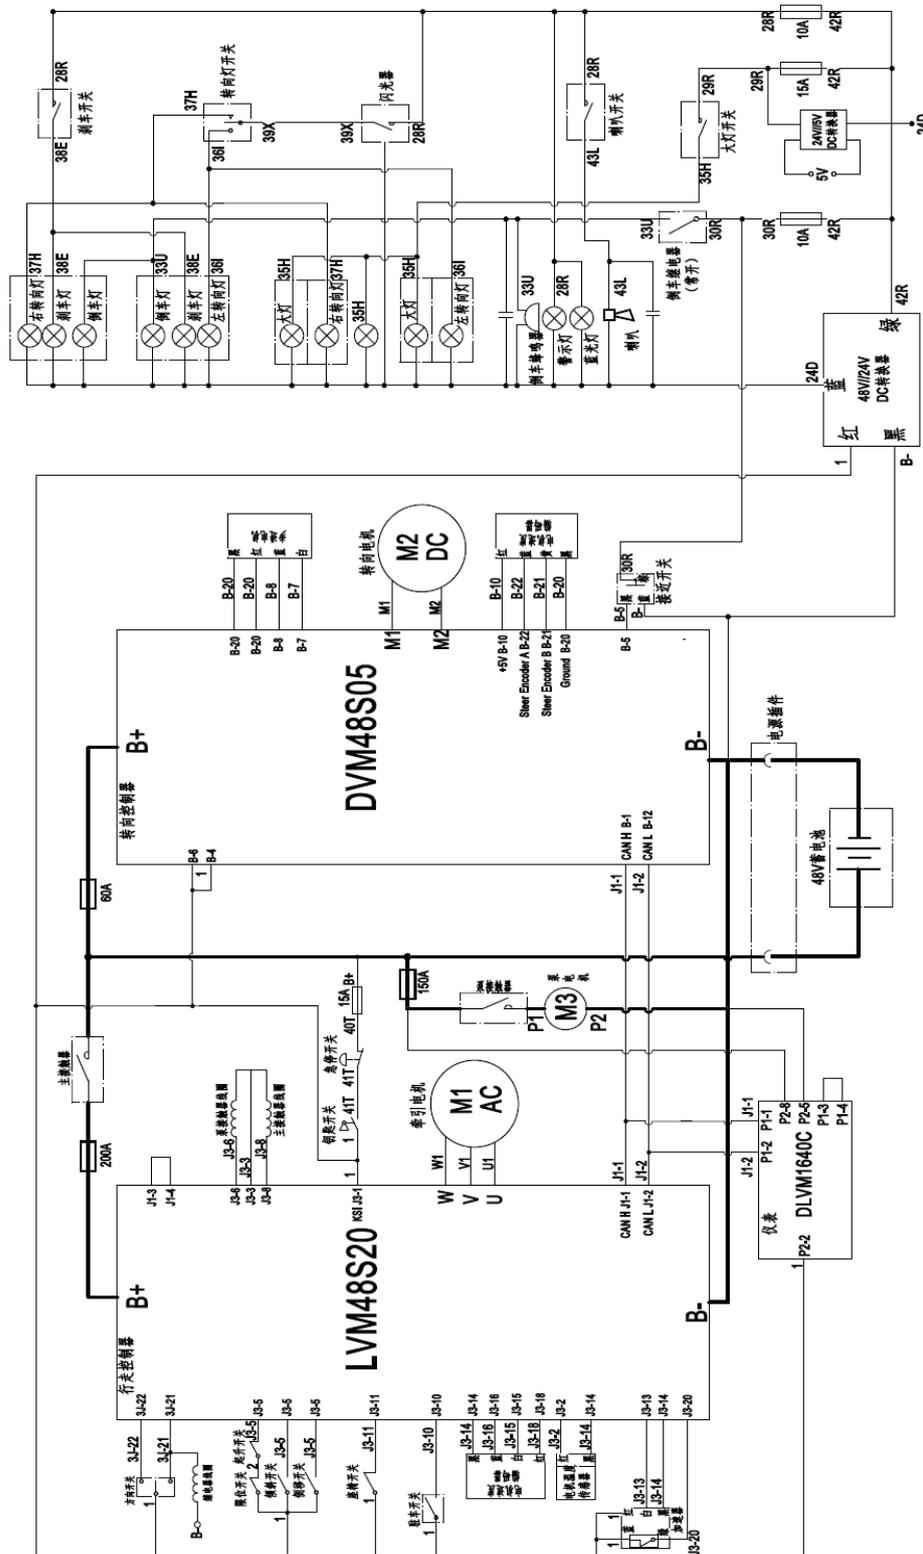

Рисунок 2-28. Схема электрической системы FE3E15
(8) Установите направляющую планку тормозной колодки на несущий палец, а затем установите возвратную пружину на тормозную колодку. Сначала установите главную колодку, а затем вспомогательную колодку. См. Рис. 2-28
(9) Установите регулятор, пружину регулятора, выталкивающий штифт и возвратную пружину выталкивающего штифта. Обратите внимание на следующее: